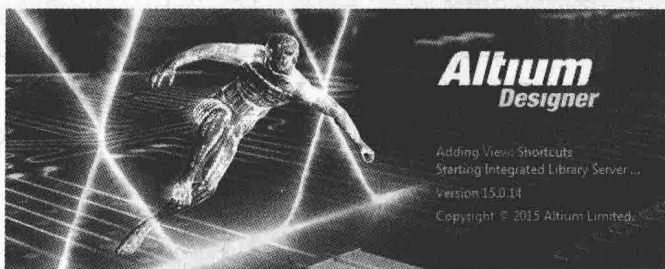

图 1-8 Altium Designer 的启动画面
(1) 在【开始】菜单栏中找到 Altium Designer 图标  Altium Designer, 单击该图标, 或者在桌面上双击快捷方式图标, 即可初次启动 Altium Designer, 启动画面如图 1-8 所示。